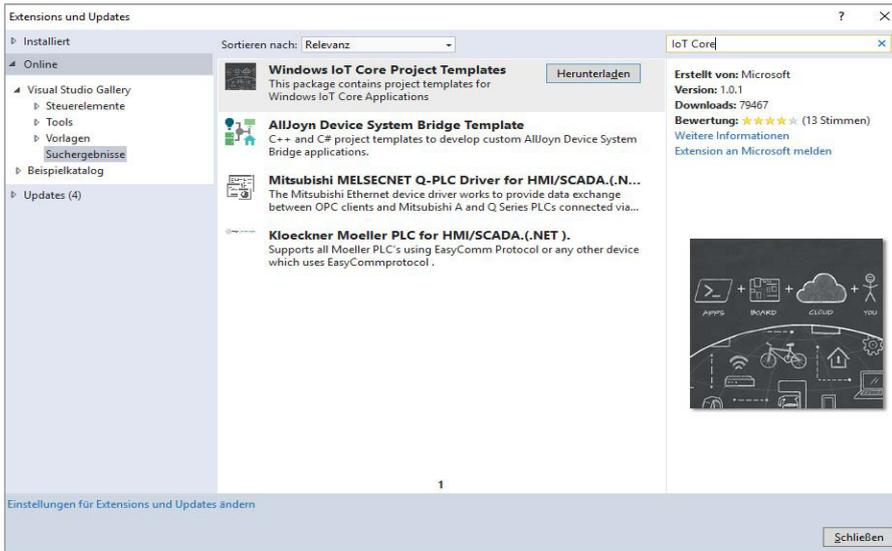

Abb. 4: In Visual Studio müssen noch Vorlagen für IoT-Apps installiert werden.
2. Einrichtung: Bei der Auswahl der Komponenten wählen Sie bitte im Feld <Benutzerdefiniert> aus, dass Sie die Tools für die Universal Windows App Development benötigen. Hintergrund: Auf dem Raspberry Pi laufen ausschließlich diese Art von Anwendungen. Nach der Installation der Entwicklungsumgebung starten Sie diese und installieren die notwendigen Vorlagen zum Bau von Apps für Windows 10 IoT. Dazu gehen Sie in den Menüpunkt <Extras>|<Extensions and Updates> und suchen nach dem Windows IoT Core Projekt Templates (Bild 4) und installieren auch die-